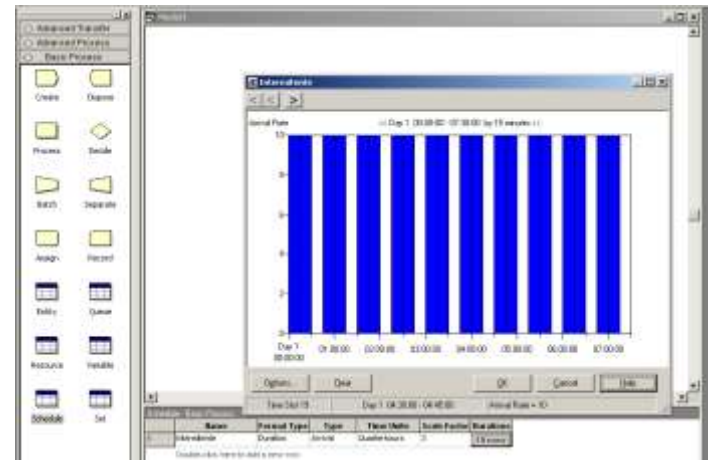

Figura 3 - Schedule
- Utilizando um **Schedule**, que condiciona a entrada, passando, por exemplo, a permitir entradas apenas durante duas em cada três horas ao longo do dia, (ver Figura 3).